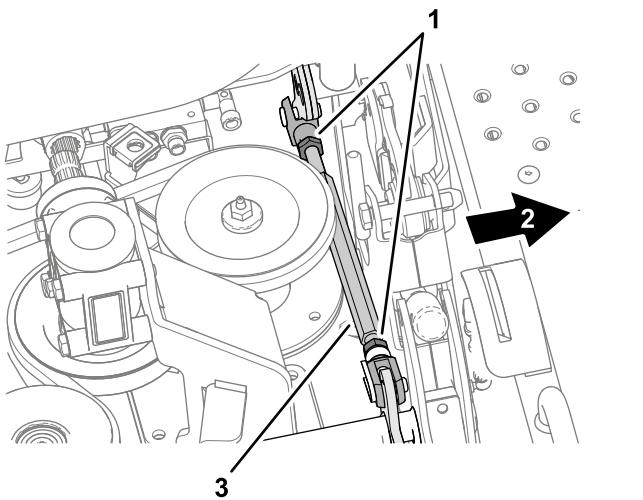
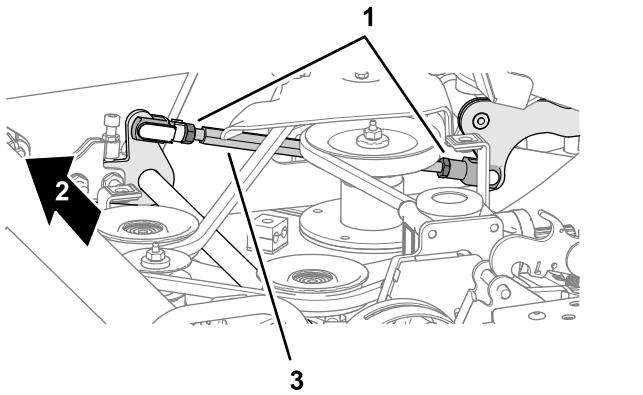

Figura 128
Figura 129
- Allentate i controdadi dei regolatori dell'inclinazione del piatto (Figura 128 e Figura 129) su ciascun lato del piatto.